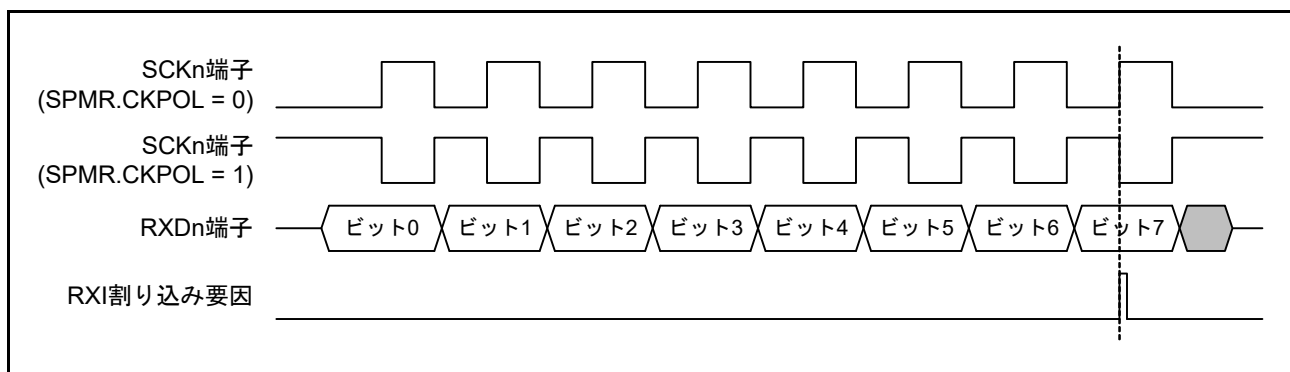

図 33.81 簡易 SPI モード (クロック遅れあり) RXI 割り込み発生タイミング
- クロック遅れあり設定 (SPMR.CKPH ビット = 1) の場合、図 33.81 に示すように SCKn 端子の最終クロックエッジ手前のクロックエッジで受信データフル割り込み (RXI) が発生します。このとき、SCR レジスタの TE、RE ビットを SCKn 端子の最終クロックエッジより前に“0”に設定すると SCKn 端子出力がハイインピーダンスとなり、最終送受信クロックのクロックパルス幅が短くなります。また、RXI 割り込み後、SCKn 端子の最終クロックエッジより前に接続先スレーブに対する SSn# 端子入力信号を High にするとスレーブが誤動作する可能性があります。